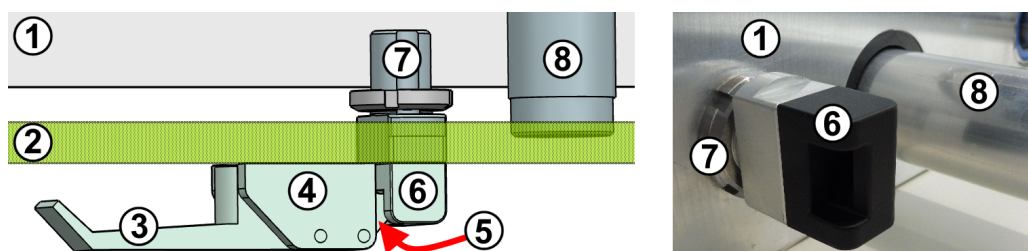

Bild 7-2: Tvärsnittsvy ovanifrån av centrerad kompressionslåsmekanism (till vänster) och detaljbild (till höger)
Komponenterna i kompressionslåsmekanismen visas i bild 7-2:
Detta läge förhindrar kollision mellan regeln (märkt 5 i bild 7-2) och regelspärren (6).